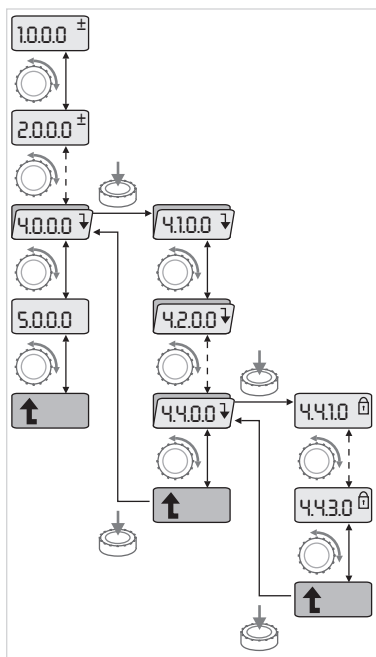

Fig. 36: Příklad navigace
- Proveďte následovně obecnou navigaci v menu (příklad viz Fig. 36): Během navigace bliká číslo menu.